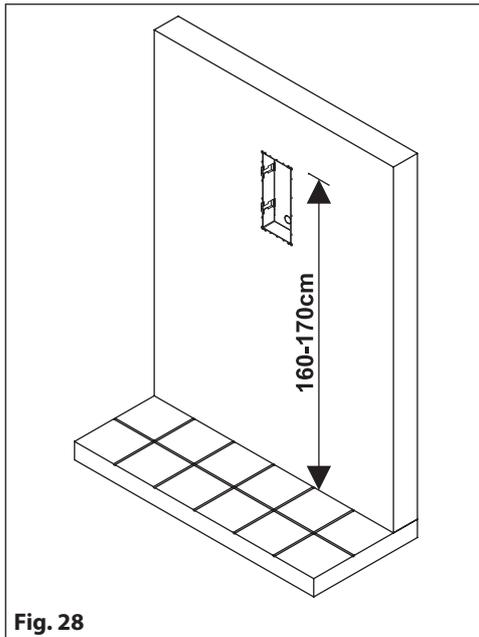

Fig. 28
1. Incorporare la scatola da incasso nella parete (160-170 cm tra il lato superiore della scatola e il pavimento come mostrato in **Fig. 28**) passando i cavi (**Fig. 2**) attraverso il foro predisposto nella scatola da incasso;